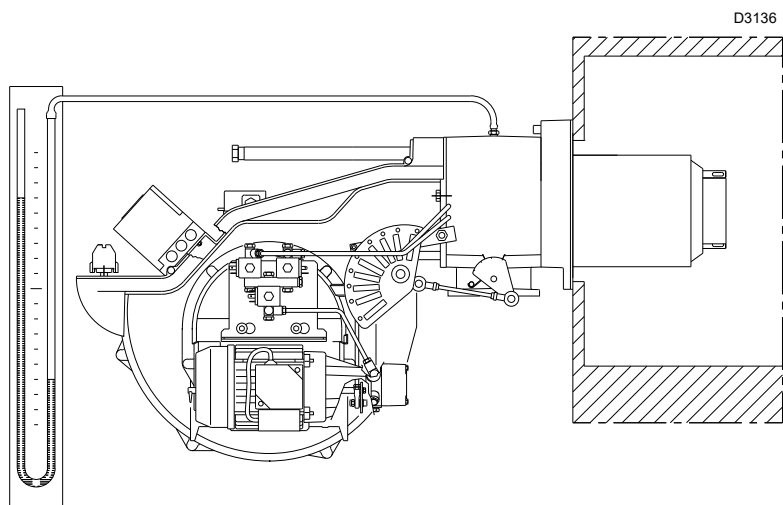

Рис. 33
- Соедините U-образный манометр или дифференциальный манометр (Рис. 33) со штуцером (+) замера давления газа на муфте, а (-) с камерой сгорания. Служит для получения приблизительной МАКС. мощности горелки через Табл. К.
Поступление газа на муфту определяется по U-образному манометру (Рис. 33).
Измерьте расход газа по счетчику. Приблизительное значение можно получить из Табл. К на стр. 27. Для этого достаточно считать давление газа на U-образном манометре (см. Рис. 33 на стр. 32) и следовать указаниям.